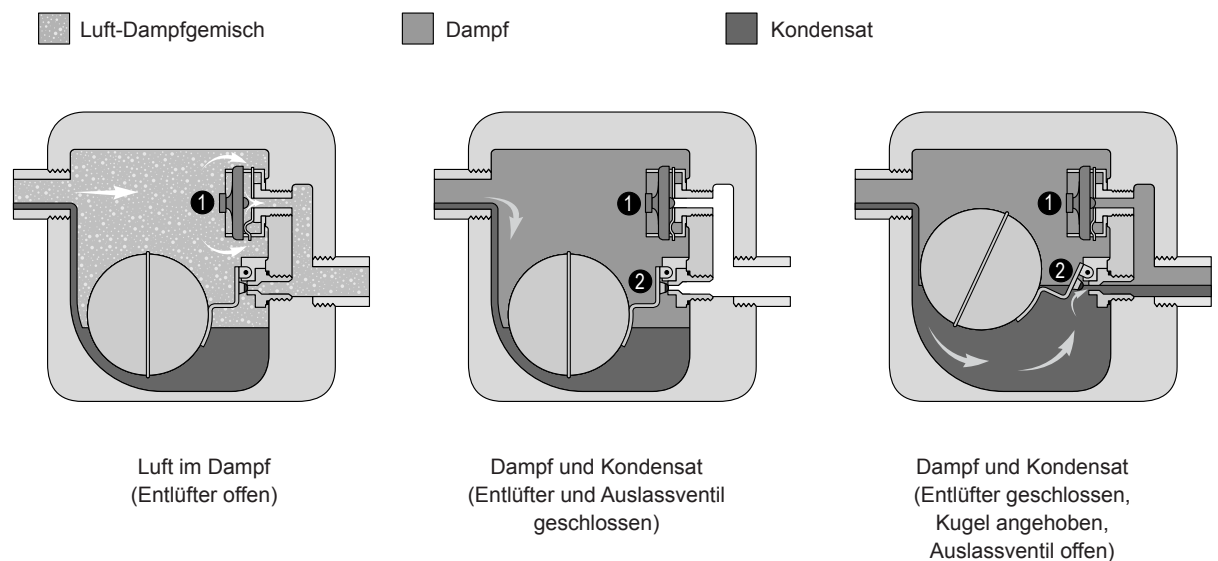

Abb. 19: Funktionsweise Kugelschwimmer Kondensatableiter
Der Kugelschwimmer ist ein mechanischer Ableiter, der mit der Auftriebskraft des Kondensates arbeitet. Befindet sich Luft im Dampf, wird die Sattdampf Temperatur zum entsprechenden Druck nicht erreicht und das Thermo-Entlüfterelement (1) öffnet sich (siehe Abb. 19, links). Sobald die Luft aus dem Kugelschwimmer entwichen ist, steigt die Sattdampf Temperatur und das Thermo-Entlüfterelement schliesst (siehe Abb. 19, mitte).
Das aus der Ventileinheit anfallende Kondensat sammelt sich im Schwimmergehäuse. Befindet sich kein oder nur wenig Kondensat im Schwimmergehäuse ist das Auslassventil (2) geschlossen, das über einen Hebel mit dem Kugelschwimmer verbunden ist (siehe Abb. 19, mitte). Steigt das Kondensatniveau an, wird der Kugelschwimmer angehoben, öffnet über den Hebel das Auslassventil und das Kondensat fließt ab (siehe Abb. 19, rechts).